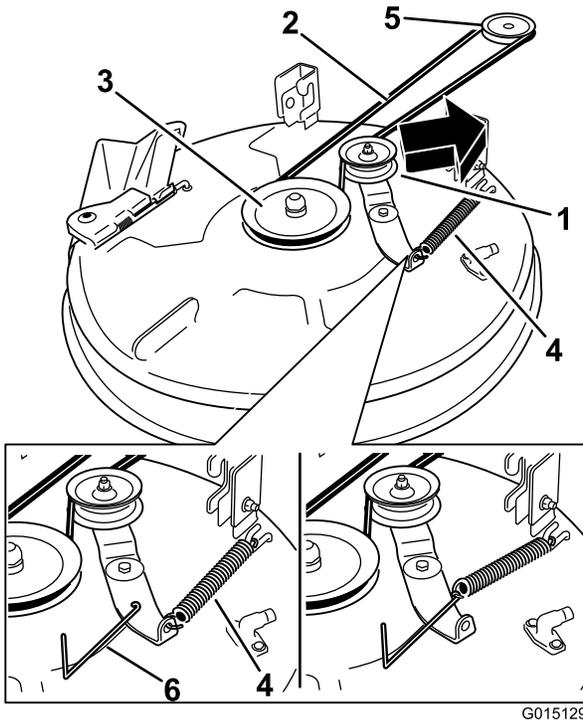
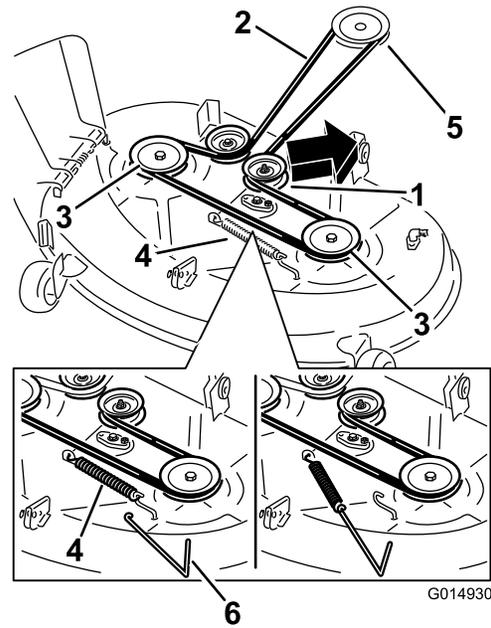

Figura 68
Figura 69
- Usando una herramienta para la retirada de muelles (Pieza Toro 92-5771), retire el muelle tensor del gancho de la carcasa para eliminar la tensión de la polea tensora, y retire la correa de las poleas (Figura 68 y Figura 69).
7. Enrute la correa nueva alrededor de las poleas del motor y del cortacésped (Figura 68 y Figura 69).
8. Con la ayuda de una herramienta para la retirada de muelles (pieza Toro N° 92-5771), instale el muelle tensor sobre el gancho de la carcasa y tense la polea tensora y la correa (Figura 68 y Figura 69).